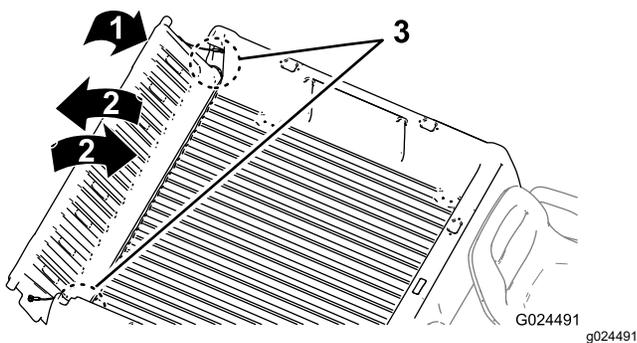

Рисунок 16
- Установите откидной борт в положение под углом приблизительно 45° (Рисунок 16).
3. Короткими движениями, встряхивая, переместите откидной борт назад и вперед несколько раз (Рисунок 16).